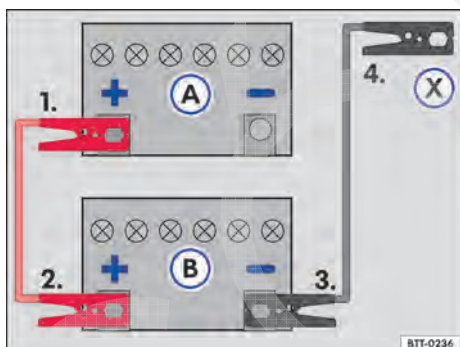

Fig. 153 Esquema para a conexão dos cabos auxiliares de partida: bateria descarregada (A) e bateria fornecedora de corrente (B).
- Conectar uma extremidade do cabo auxiliar de partida *vermelho* ao polo positivo (+) do veículo com a bateria do veículo descarregada (A) → ⚠️.
- Conectar a outra extremidade do cabo auxiliar de partida *vermelho* ao polo positivo (+) da bateria do veículo fornecedora de corrente (B).
- Conectar uma extremidade do cabo de auxílio na partida *preto* ao polo negativo (-) da bateria do veículo fornecedora de corrente (B) → Fig. 153.
- Conectar a outra extremidade do cabo auxiliar de partida *preto* (X) no veículo com a bateria do veículo descarregada em uma peça maciça de metal aparafusada firmemente ao bloco do motor ou no próprio bloco do motor - porém não nas proximidades da bateria (A) → ⚠️.